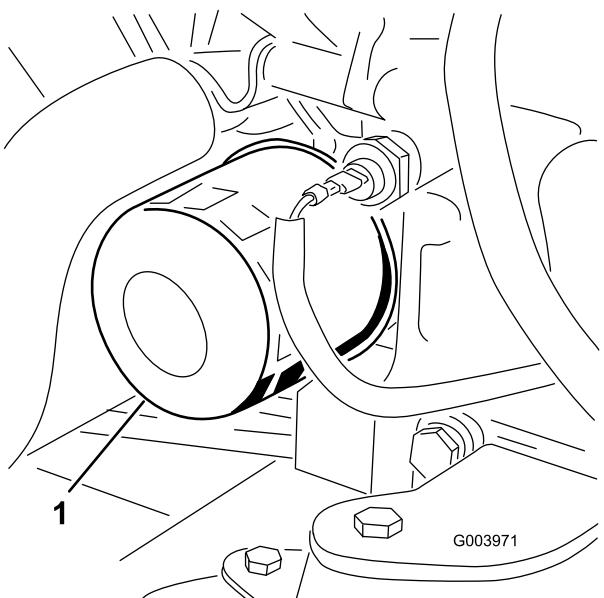

Figura 55
3. Togliete il filtro dell'olio (Figura 55).